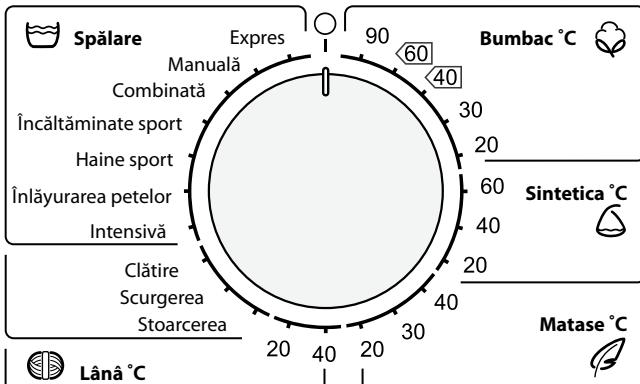

Figura 2 – Mânărul de alegere a programului de spălat
**1.1.2 Selectorul** este folosit pentru pornirea / oprirea mașinii și alegerea programului de spălare, în conformitate cu figura 2. În jurul selectorului sunt imprimate denumirile programelor și simbolul O. Selectorul se rotește în ambele direcții (în sensul acelor de ceasornic sau în sensul contrar acelor de ceasornic), și se fixează la diviziunea corespunzătoare a programului selectat. La fixarea selectorului la simbolul O mașina se oprește.
**1.3.2** Pentru a porni mașina fixați selectorul în conformitate cu figura 2 la diviziunea programului de spălare necesar – se aprind indicatorii operațiiei de spălare a programului selectat.